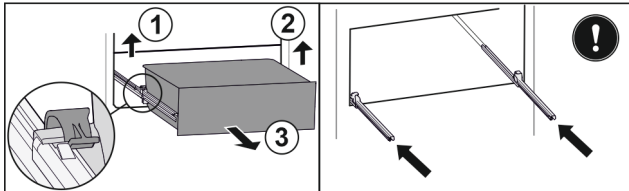

Fig. 116
- ▶ Løft venstre klemme og trekk samtidig skuffen fremover til venstre. Fig. 116 (1)
- ▶ Løft høyre klemme og trekk samtidig skuffen fremover til høyre. Fig. 116 (2)
- ▶ Ta ut skuffen framover. Fig. 116 (3)